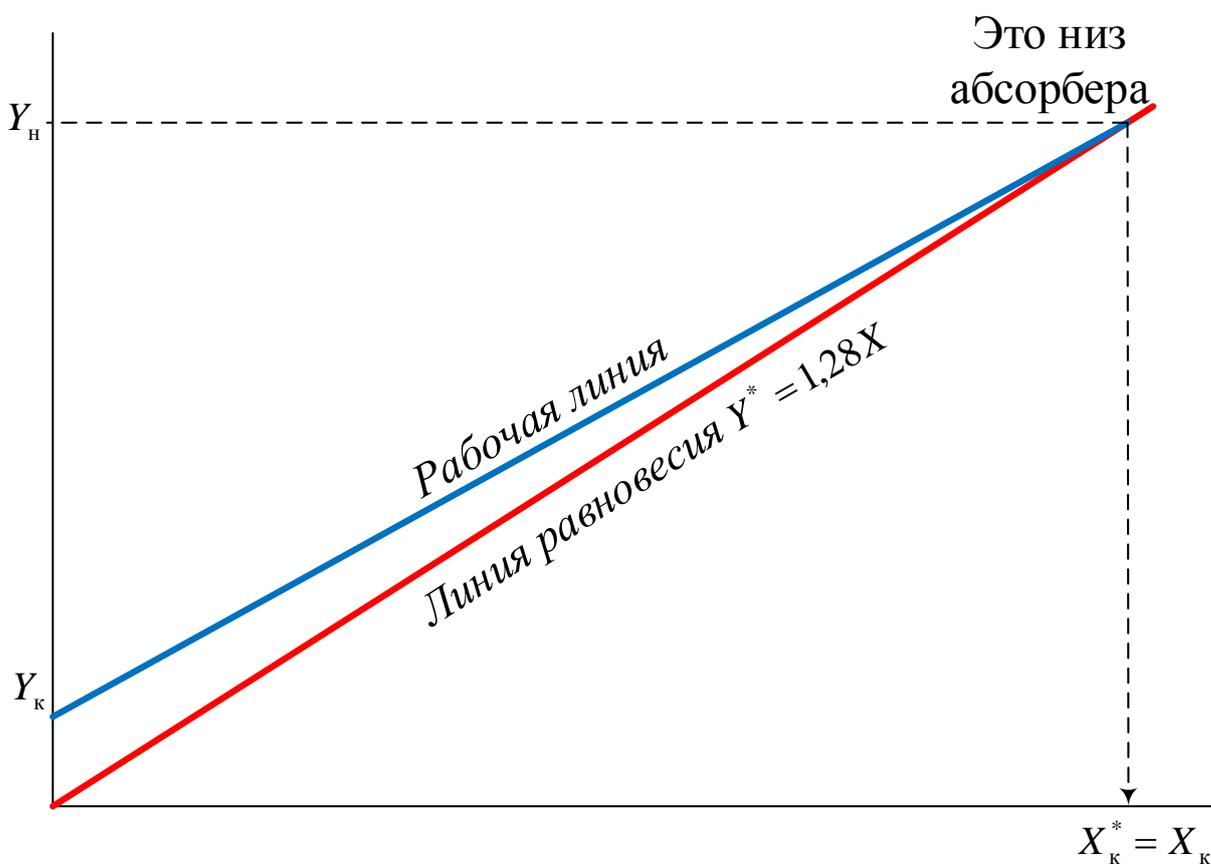

Рис. 5. Положение рабочей линии при минимальной подаче абсорбента L_{\min}
5. Минимальный расход абсорбента L_{\min} , кмоль/час. При этом расходе рабочая и равновесная линии пересекаются (рисунок 5). Движущая сила для низа аппарата становится равной нулю. Процесс прекращается. В реальном процессе это невозможно. Но найти минимальный расход абсорбента мы можем и обязаны